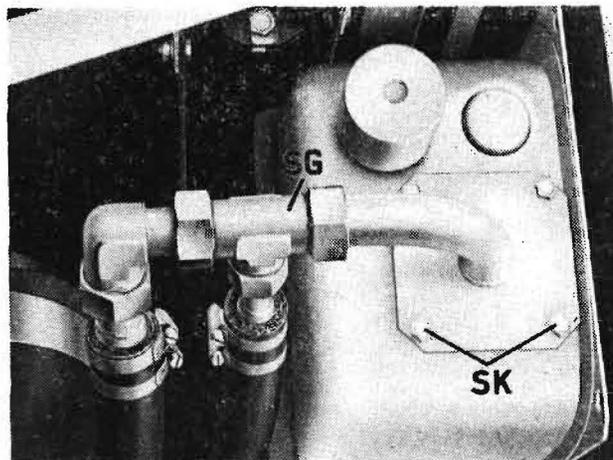

Bild 8/10
- Sechskantschrauben SK am Filterdeckel lösen (Bild 8/10)